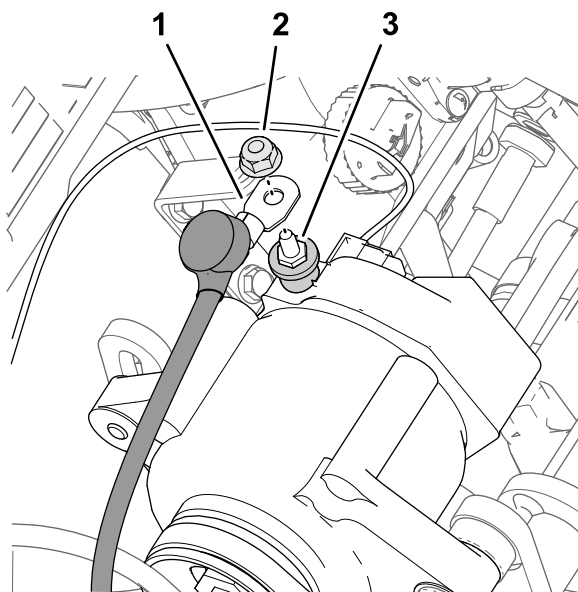

図 186
3. オルタネータの端子 図 186 からナットを外す。
4. オルタネータのワイヤ赤、6ゲージを、オルタネータ50 Aの端子に、ナットで接続する 図 186。
7. オルタネータの端子 図 186 に絶縁カバーを取り付ける。